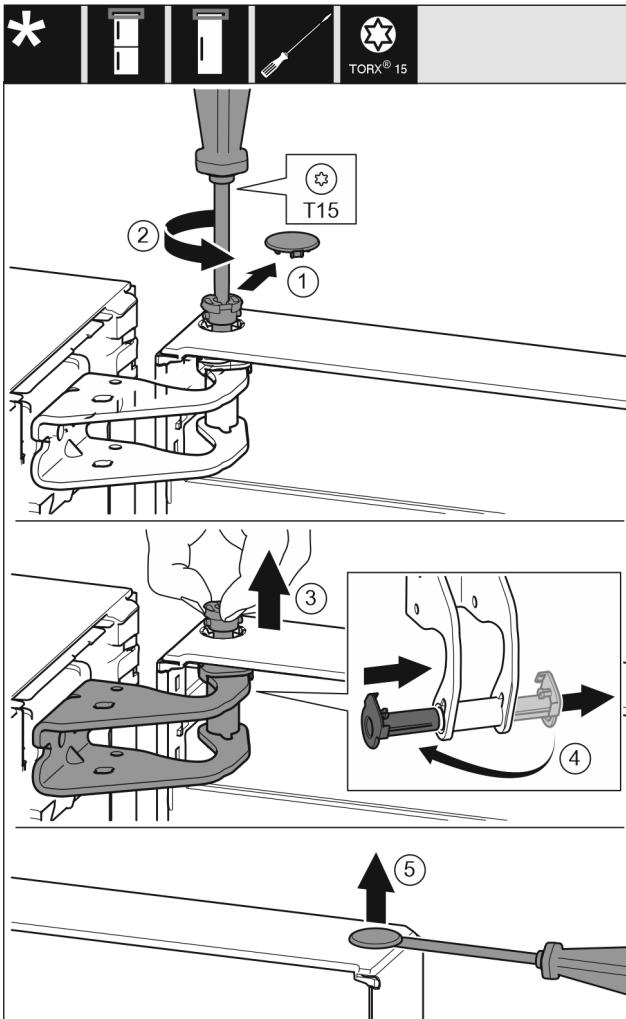

Fig. 9
- Oprezno skinite sigurnosni pokrov. Fig. 9 (1)
► Odvijačem T15 malo odvijte svornjak. Fig. 9 (2)
► Čvrsto držite vrata i prstima izvucite svornjak. Fig. 9 (3)
► Izvucite čahuru ležaja iz vodilice. Umetnite s druge strane i pustite da uskoči. Fig. 9 (4)
► Ravnim odvijačem oprezno podignite čep iz čahure ležaja vrata i izvucite ga. Fig. 9 (5)